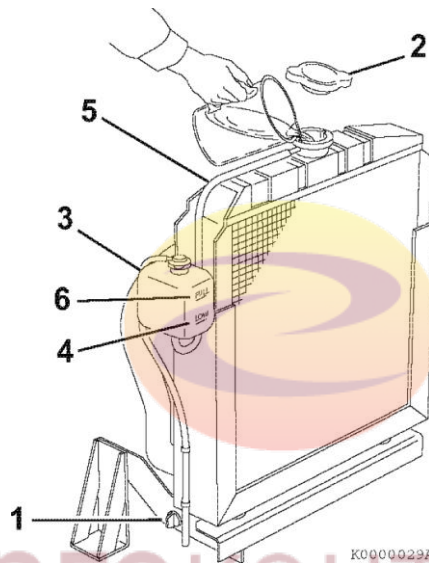

Рисунок 30
1. Убедитесь, что сливная пробка радиатора стоит на месте и закручена, и сливной кран (рисунок 30, (1)) закрыт. Также удостоверьтесь, что сливная пробка охлаждающей жидкости (рисунок 31, (1)) в блоке цилиндров стоит на месте и закручена, и шланги охлаждающей жидкости (рисунок 32, (1)) установлены и подсоединены к масляному радиатору.
2. Снять крышку радиатора (Рисунок 30 (2)), повернув её против часовой стрелки на 1/3 оборота.
4. Установите крышку радиатора на место (рисунок 30, (2)). Выровняйте выступы на задней стороне крышки радиатора с прорезями на заливной горловине радиатора. Нажмите вниз и поверните крышку по часовой стрелке на 1/3 оборота.
5. Снимите крышку расширительного бачка (рисунок 30, (3)), и залейте в него охлаждающую жидкость до отметки LOW (COLD) НИЖНИЙ (ХОЛОДНЫЙ) (рисунок 30, (4)). Установите крышку расширительного бачка на место.
6. Проверьте шланг (рисунок 30, (5)), который соединяет расширительный бачок (рисунок 30, (3)) с радиатором. Убедитесь, что шланг надежно подключен и закреплен и на нем нет трещин или повреждений. Если на шланге имеются повреждения, то из него охлаждающая жидкость будет вытекать наружу вместо того, чтобы поступать в расширительный бачок.
7. Дайте двигателю поработать, пока он не достигнет рабочей температуры. Проверьте уровень охлаждающей жидкости в расширительном бачке. При работе двигателя и при нормальной температуре охлаждающей жидкости, уровень охлаждающей жидкости в расширительном бачке должен быть на отметке или около отметки FULL (HOT) ПОЛНЫЙ (ГОРЯЧИЙ) (рисунок 30, (6)). Если уровень охлаждающей жидкости находится ниже отметки FULL (HOT) ПОЛНЫЙ (ГОРЯЧИЙ), долейте охлаждающую жидкость в расширительный бачок, чтобы её
1. Проверьте уровень охлаждающей жидкости через прозрачный расширительный бачок. Когда двигатель холодный, уровень охлаждающей жидкости в расширительном бачке должен быть на уровне или немного выше уровня отметки LOW (COLD) НИЖНИЙ (ХОЛОДНЫЙ) (рисунок 30, (4)) на расширительном бачке. Если уровень охлаждающей жидкости находится на отметке FULL (HOT) ПОЛНЫЙ (ГОРЯЧИЙ) (рисунок 30, (6)), когда двигатель холодный, то при нагревании охлаждающая жидкость расширится, увеличится в объеме, и в результате выплеснется через переливной шланг.